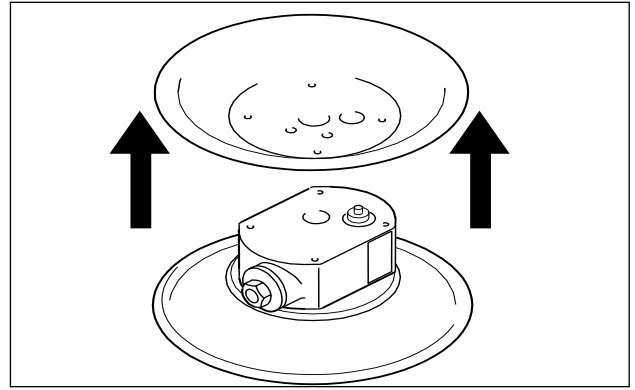

Fig. 12: Desmontaje de las cámaras de aire
- Desenrosque la cámara de aire, separándola del bloque central (sólo en las bombas de metal, con la excepción de las bombas de membrana DB, DH) (Fig. 12).